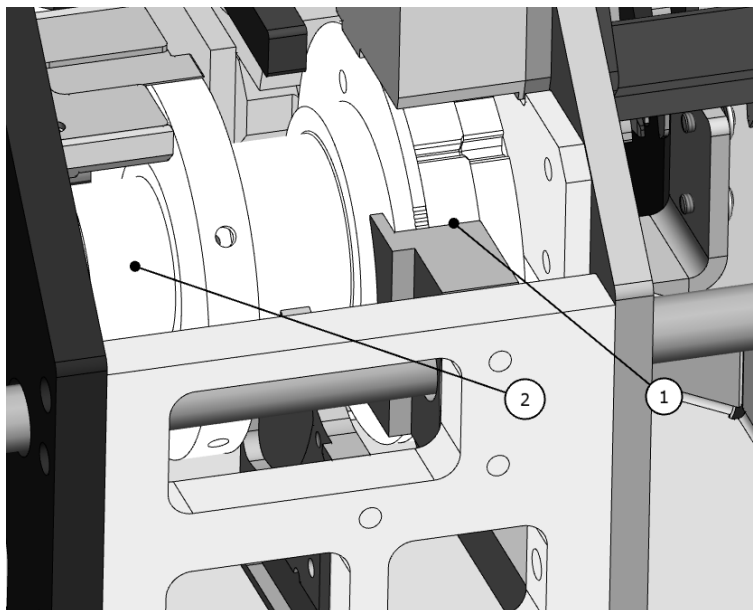

Fig. 15: Lubrificazione del tamburo di crimpatura
- Lubrificare il supporto (v. fig. 15, pos. 1) e il cuscinetto (v. fig. 15, pos. 2) del tamburo di crimpatura.